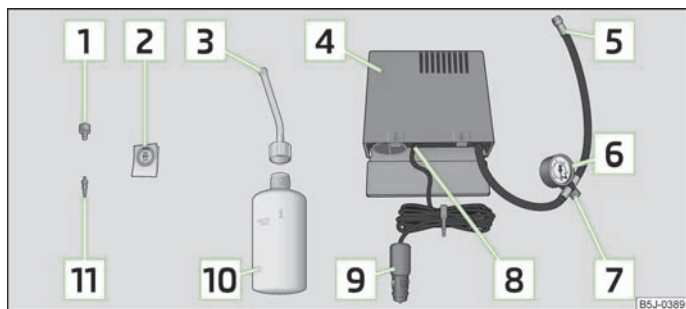

Fig. 137 Componentes integrantes do kit de reparação de pneus
A chave de núcleo de válvula **1** » Fig. 137 tem uma fenda na extremidade inferior que lhe permite adaptar-se ao núcleo da válvula. Apenas deste modo é possível retirar e voltar a inserir o núcleo da válvula do pneu. Isto aplica-se também ao núcleo de válvula sobressalente **11**.
- Cole o autocolante **2** » **Fig. 137** no painel de bordo, dentro do campo de visão do condutor.
- Agite bem a garrafa de enchimento dos pneus **10** » **Fig. 137**.
- Aperte a mangueira de enchimento dos pneus **5** » **Fig. 137** do compressor de ar na válvula do pneu.